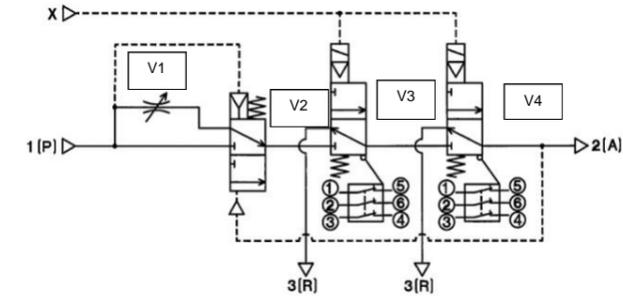
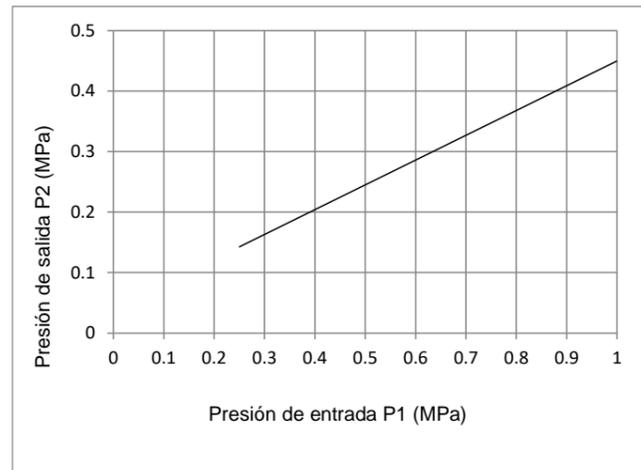

Figura 4. Pilotaje externo, variante de interruptor Rockwell
Figura 5. Presión de conmutación (cerrado → abierto) de la válvula de arranque progresivo V2
- En una aplicación de seguridad, el sistema de seguridad de la máquina activará las válvulas de seguridad (V3 y V4 en la Figura 4) cuando sea seguro poner en marcha la máquina. Cuando ambas válvulas estén activadas, el aire fluirá hacia el sistema protegido a través de la conexión 2 (A). Inicialmente, la válvula de regulación V1 limita el flujo de aire y la presión del sistema protegido se mantiene baja mientras el sistema se llena o los actuadores se mueven lentamente. La presión aumentará a medida que se llene el sistema o que los actuadores dejen de moverse. Al aumentar la presión P2 (véase la Figura 5), la válvula V2 conmutará y se puenteará la válvula V1. En esta situación, el aire fluirá hacia el sistema protegido conforme a las figuras de la sección 2.3.
- Si una de las válvulas V3 o V4 se desactiva, el sistema protegido se descargará a la atmósfera. Si la presión del sistema protegido desciende por debajo de P2 (véase la Figura 5), la válvula V2 vuelve a su estado de muelle con V1 limitando el flujo de aire a V3 y V4.